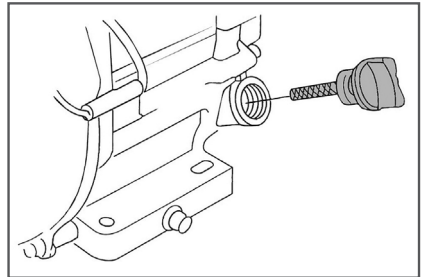

Рис. 7 Крышка-щуп маслозаливной горловины
3. Откройте крышку-щуп маслозаливной горловины и извлеките щуп (Рис. 7).
3. Выкрутите крышку-щуп маслосазливной горловины и извлеките щуп (Рис. 7).